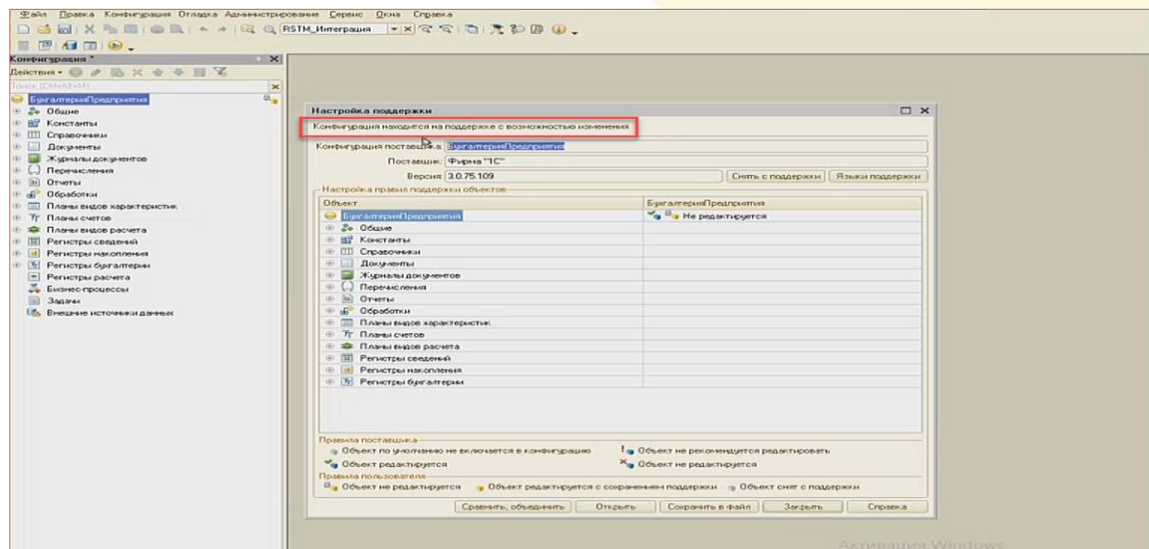

Рис. 11.3 - Настройка поддержки
- 2) Подсистема не затрагивает типовые объекты конфигурации, поэтому снять блокировку от изменения необходимо только для корня конфигурации (Рис. 11.3);